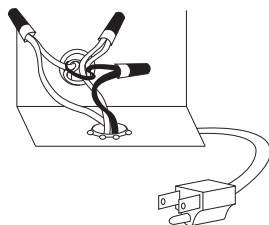

Fig 5
- Pase los tres cables por el aliviador de tensión. (Ver Fig. 5).